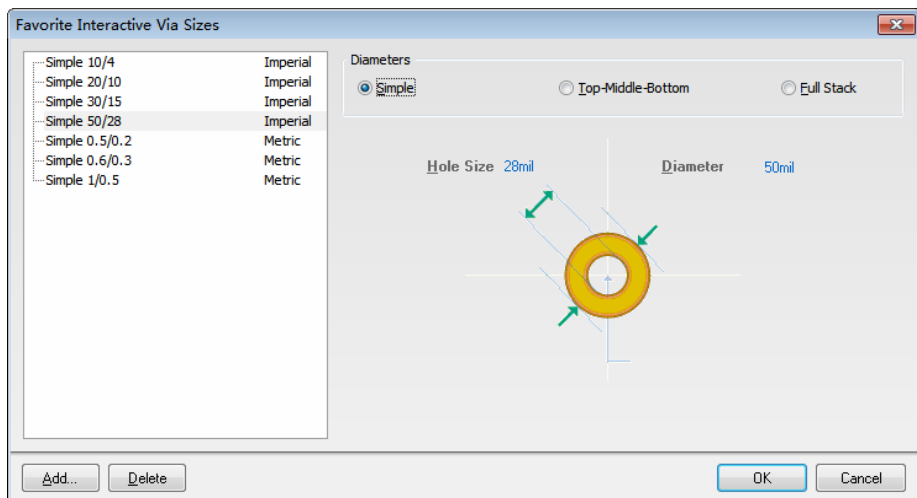

图 14-14 交互式过孔尺寸对话框
在布线过程中可以加入过孔,按下快捷键 **Shift + V** 打开交互式过孔尺寸对话框,如图 14-14 所示。左边区域列出了系统预定义的一些过孔大小,右边区域可以对过孔直径和钻孔尺寸进行设置。需要注意的是,所设置的过孔大小必须符合 **Routing Via Style** 设计规则的规定,超出了设计规则范围的过孔大小是无效的。
2) Favorite Interactive Routing Via Sizes: 打开交互式过孔尺寸对话框, 如图 14-14 所示。